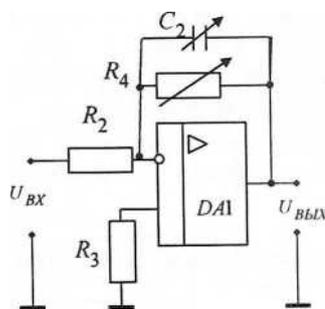

Рис. 4
3.2.1. Собрать схему активного фильтра нижних частот согласно рис. 4. Напряжение на входе и выходе фильтра контролировать при помощи осциллографа. Значение резистора  $R_4$  и величину емкости конденсатора  $C_2$  установить в соответствии с указанием преподавателя.